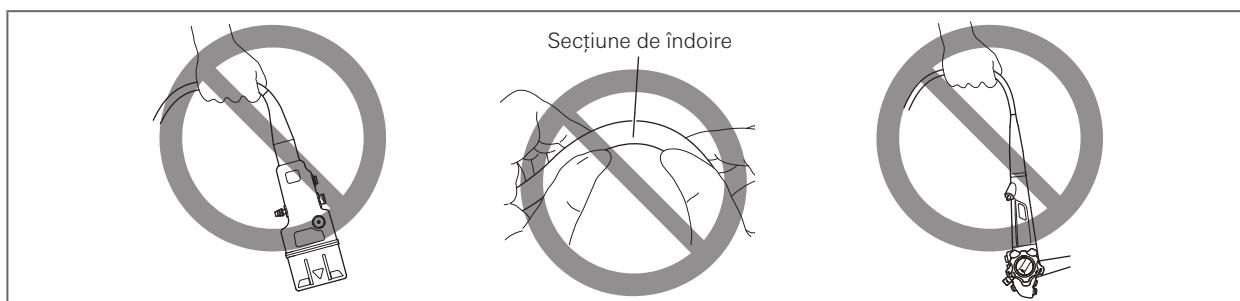

Figura 1.3
- NU transportați endoscopul apucându-l de cablul ombilical sau de porțiunea de inserție. NU strâneți și nu îndoiti cu forță secțiunea de îndoire (Figura 1.3). Aceasta poate produce deteriorarea endoscopului.